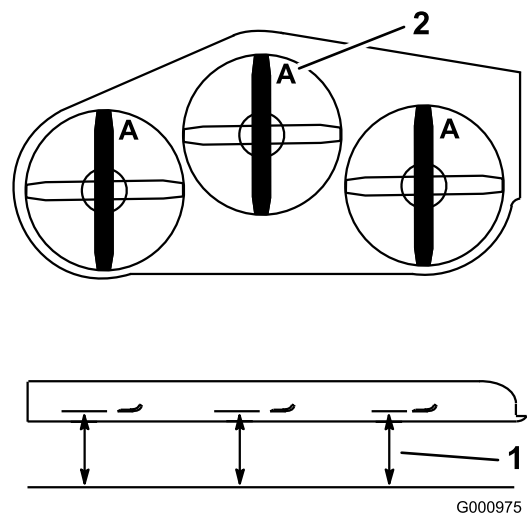

Bild 101
4. Messen Sie von einer ebenen Fläche bis zu den Schnittkante (Stellung **A**) der Messer (Bild 101).